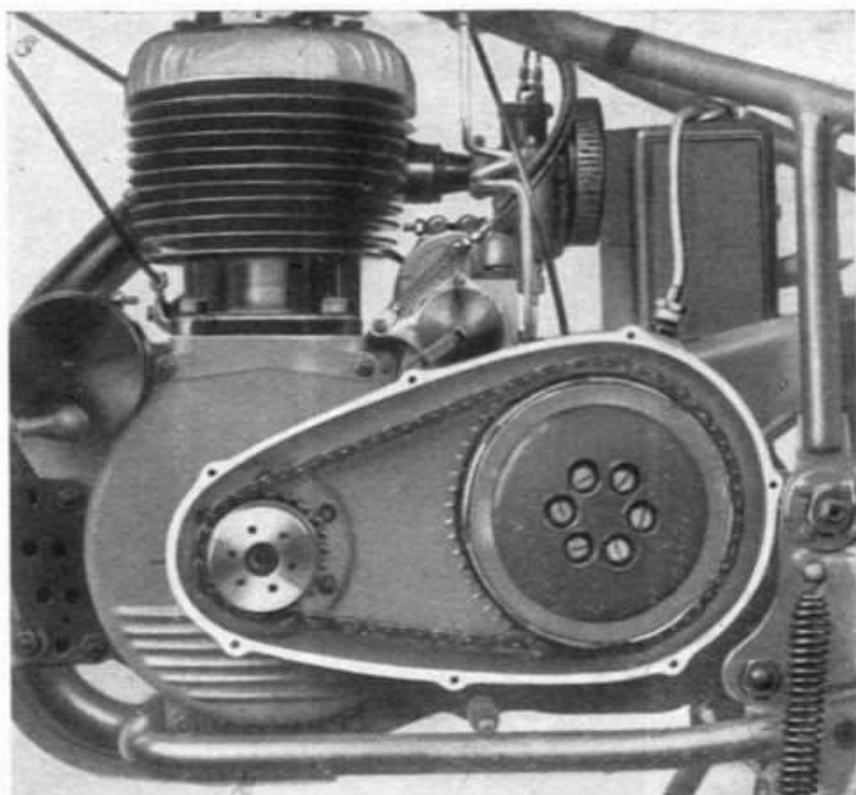

Fig. 24
Per il buon funzionamento della catena anteriore, lo scuotimento massimo dev'essere da 6 a 8 mm. (fig. 24). Per la catena posteriore, la registrazione si ottiene allentando i due dadi che fissano la ruota e tendicatena (figura 25). Vanno pure allentati i due dadi (C), quindi manovrando sulla vite (B) del tendicatena si opera sino ad ottenere una giusta tensione della catena, con uno scuotimento che varia dai 10 a 20 mm. Durante questa operazione è importante che la ruota sia mantenuta ben